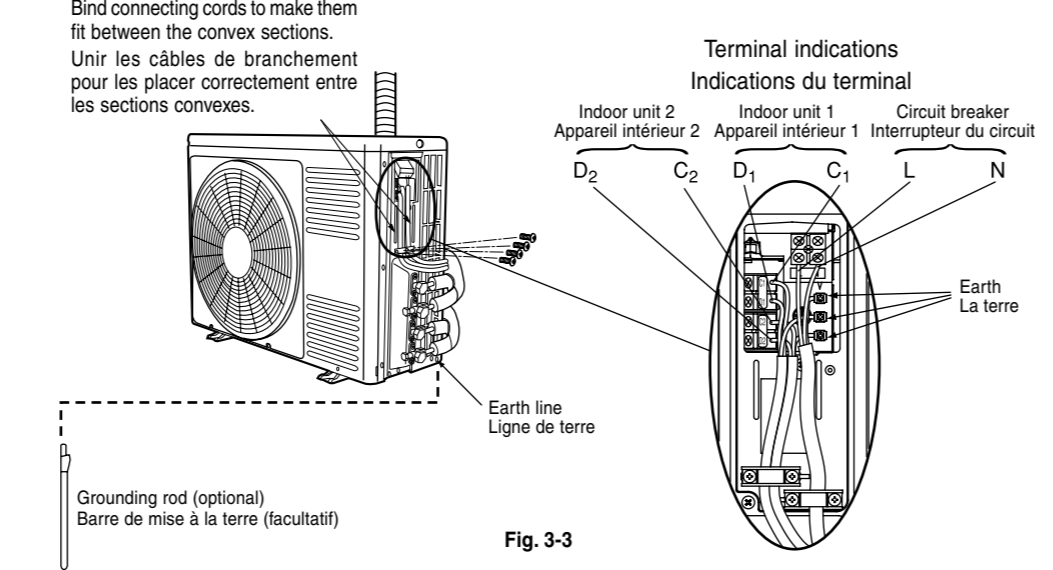

Fig. 3-3
- Connect the connecting cord and power cord to the terminal board. (Fig. 3-3)
- Fix the connecting cords and power cord with steel band certainly. (Fig. 3-3)
- Brancher le câble de connexion et le câble de tension à la plaquette de connexion. (Fig. 3-3)
- Immobiliser solidement les câble de connexion et le câble de tension avec l'attache en acier. (Fig. 3-3)